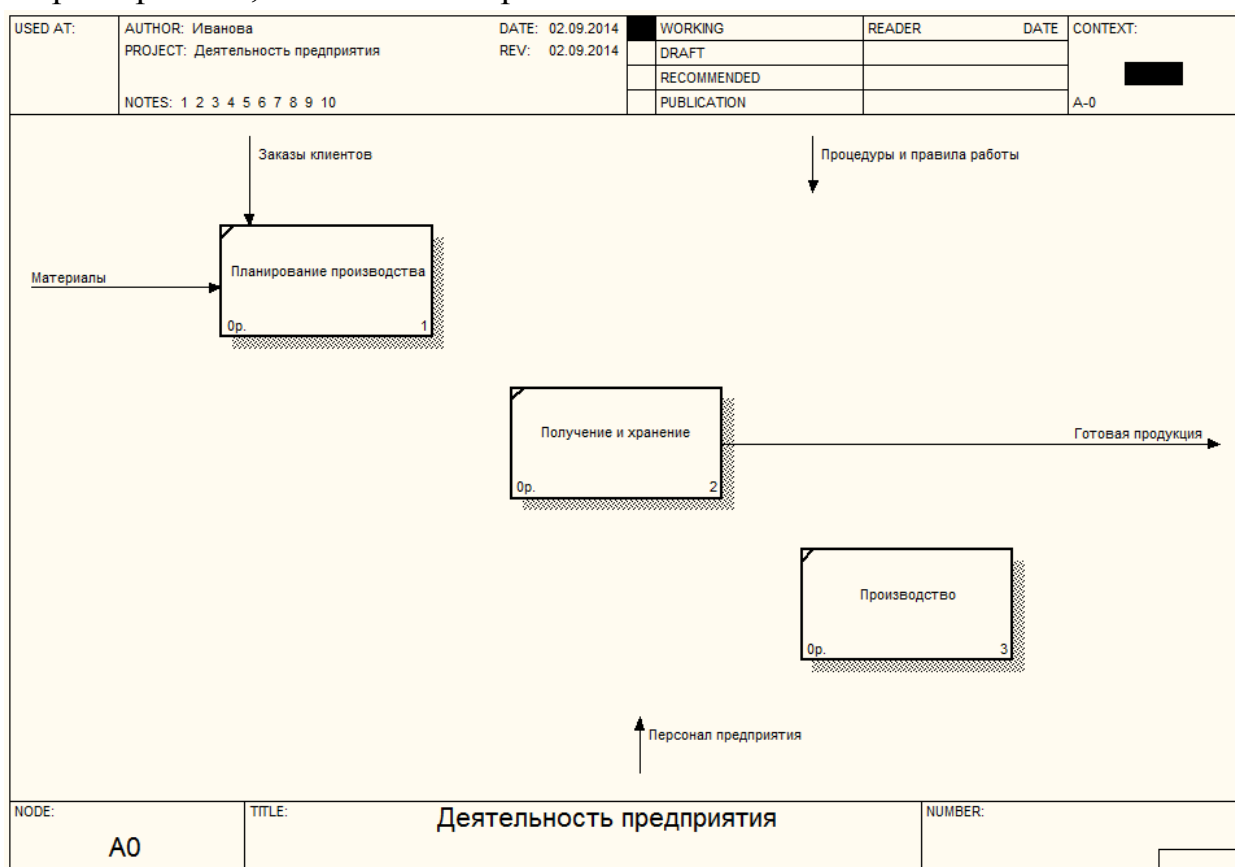

Рис. 18. Результат связывания стрелок
5. Для связывания стрелки входа *Материалы* с работой *Планирование производства* (рис. 18) перейдите в режим редактирования стрелки (кнопка на панели инструментов модели). Щелкните левой кнопкой мыши по наконечнику стрелки, а затем по необходимой стороне работы. Для выхода из режима редактирования стрелки нажмите на кнопку на панели инструментов. Аналогично свяжите стрелку управления *Заказы клиентов* с работой *Планирование производства*.
6. Свяжите стрелку выхода *Готовая продукция* с работой *Получение и хранение* (рис. 18), вначале щелкнув в режиме редактирования стрелки по стороне работы, а затем – по стрелке.